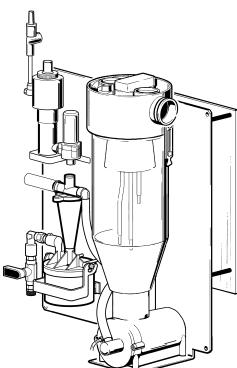
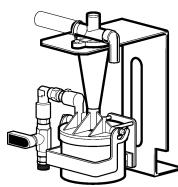
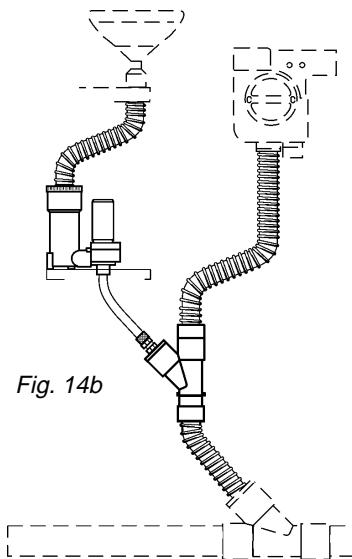

Fig. 12a
Fig. 12b
Fig. 14b
### Hidroseparador (fig. 12a-12b-13-14-14b pág. 74-75)
Combinando el Hidrociclón con el Mini-Separador hemos obtenido el Hidroseparador fig. 12a-13, el separador de amalgama para los equipos de aire, testado TÜV para una separación superior al 95% con una capacidad de 3,5 l/min en el modelo DIN y con 5,5 l/min en el modelo ISO. El Hidroseparador puede ser montado en el grupo hidráulico del conjunto o bien en el modelo con caja de protección, a los pies del sillón. En los equipos de húmedo, uno o más Hidrociclos, fig. 12b-14, de acuerdo con el tamaño del equipo, tendrán que ser instalados en la sala de máquina. **En los modelos de húmedo el grupo de drenaje escapidera fig. 14b (que en los equipos de aire siempre está presente con el Hidroseparador) tiene que ser montado en el grupo hidráulico de cada conjunto, de manera que lleve los líquidos que salen desde el salivadero directamente a los canales de aspiración.**
***Esta parte del manual de instrucciones, dedicada a los técnicos de la asistencia, se relaciona más precisamente con el personal de la consulta (fig. 14b-16-17-18-19-29-30a-31 pág. 75-77-85-86)***